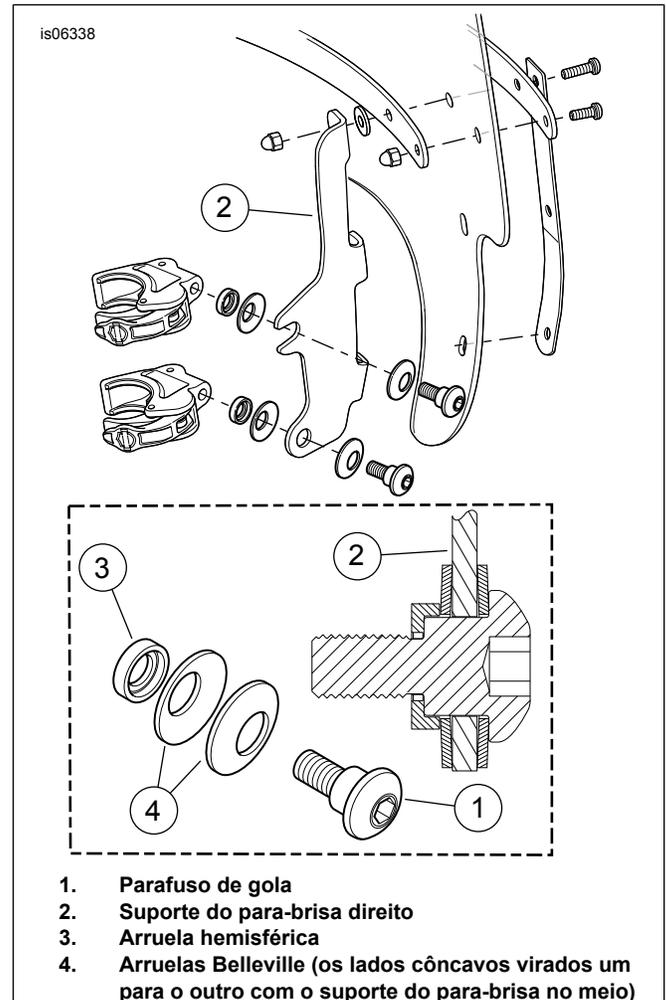

Figura 1. Grampos de Montagem do Para-brisas (lado direito-mostrado)
3. Montar vagamente os conjuntos dos grampos nos suportes de montagem do para-brisas, na sequência indicada em Figura 1 .